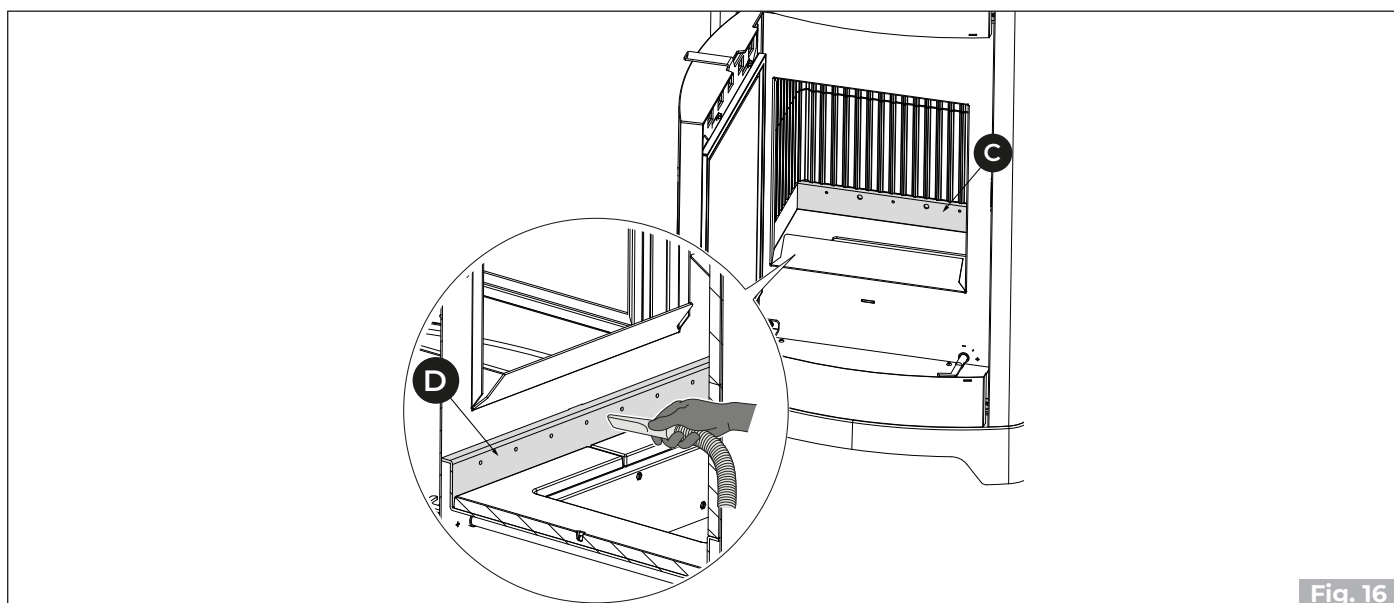

Fig. 16
- 3) Aspirar los orificios traseros (C) y delanteros (D - donde esté previsto) del distribuidor de aire comburente con el fin de evitar eventuales acumulaciones de cenizas (Fig. 16)